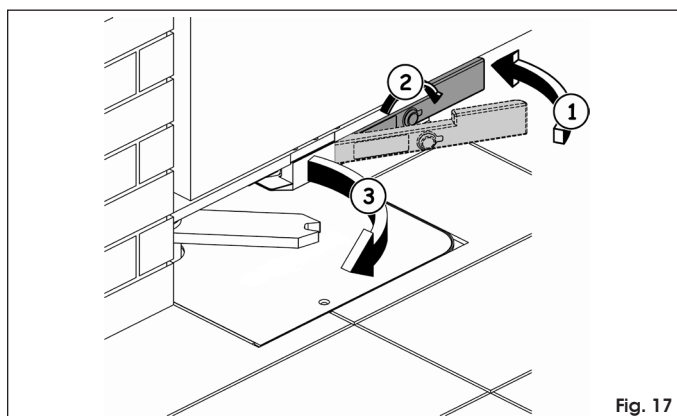

Fig. 17
- Colocar la palanca nuevamente en su posición de reposo (Fig. 17 ref. ①).
- Introducir la llave de desbloqueo en la cerradura y girarla hasta el tope en la dirección opuesta a la columna (Fig. 17 ref. ②).
- Mover manualmente la cancela hasta que la cerradura se enganche en la barra de bloqueo (Fig. 17 ref. ③).